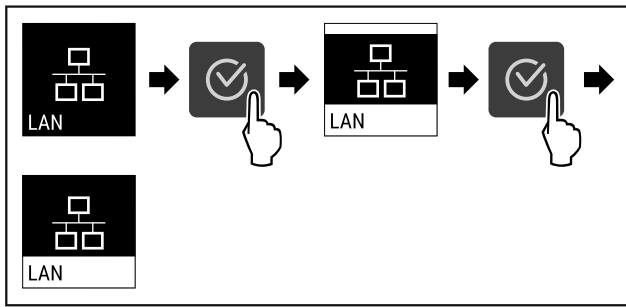

Fig. 91
- Suorita toimenpidevaiheet (katso Fig. 91).